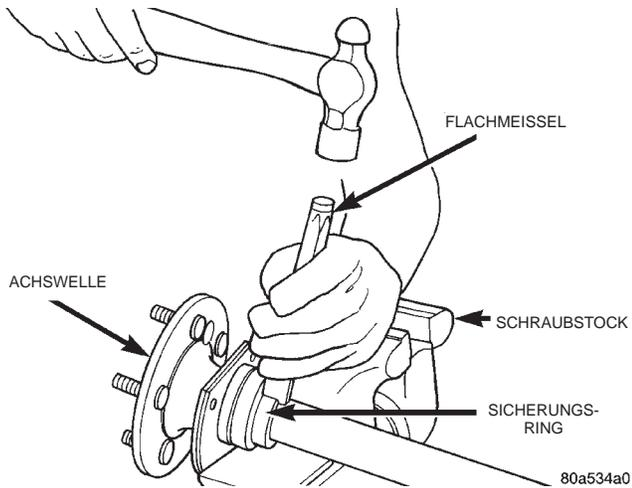
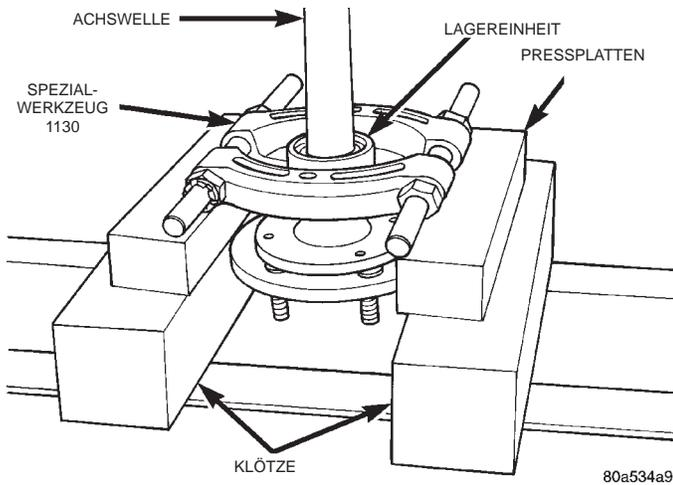

Abb. 13 Sicherungsring aufstemmen
Abb. 14 Achswellenlager und Dichtring ausbauen
- (3) Mit einem passenden Flachmeißel den Sicherungsring am Bohrloch aufstemmen (Abb. 13).
- (4) Sicherungsring von der Achswelle abnehmen.
- (5) Abzieher 1130 zwischen Wellendichtring und Lager montieren. Das Lager mit einer geeigneten Presse von der Achswelle pressen (Abb. 14).
- (6) Dichtring von der Achswelle herunterschieben.
- (7) Halteplatte von der Achswelle herunterschieben.